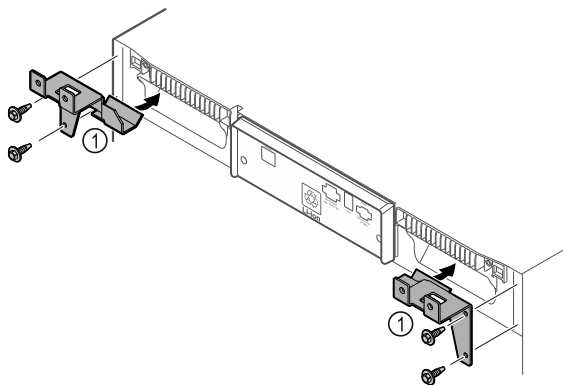

Fig. 11
- ▶ Namontujte prídružné diely Fig. 11 (1) na zariadenie pomocou samorezných skrutiek.